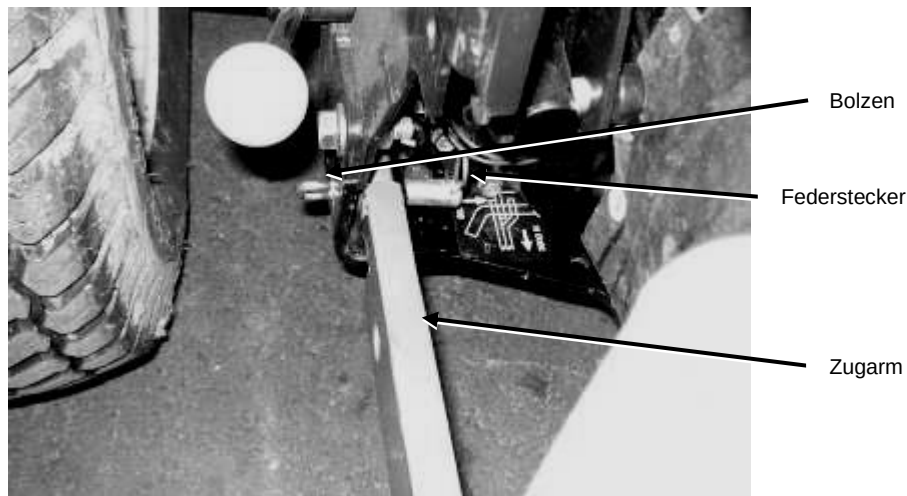

Bild 29: Befestigung des Zugarmes am Traktor
9. Entfernen Sie die Bolzenverbindung zwischen Arme und Traktor (siehe Bild 29) und schieben Sie das Gerät etwas nach hinten.